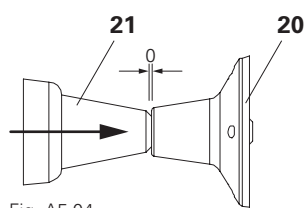
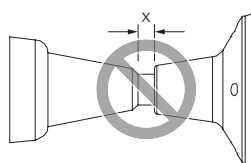

Fig. A5.04
Fig. A5.04b
- Boccola di ancoraggio avvitata fino in fondo (Fig. A5.04 + Fig. A5.04b)